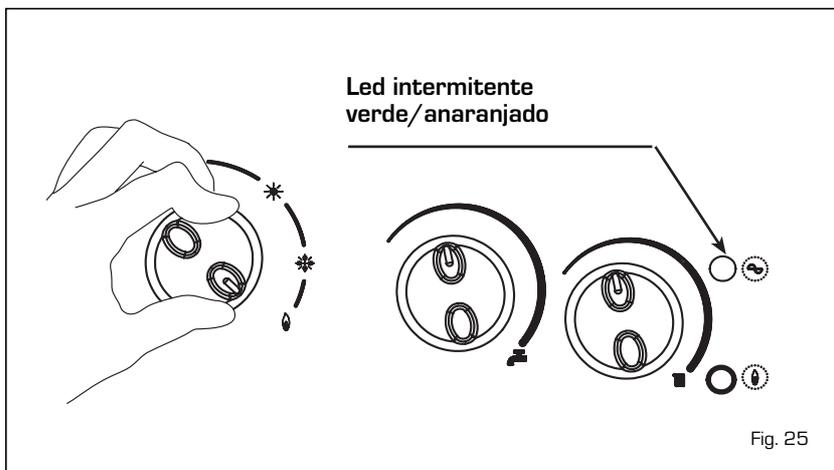

Fig. 25
4.6.2 Función deshollinador (fig. 25)